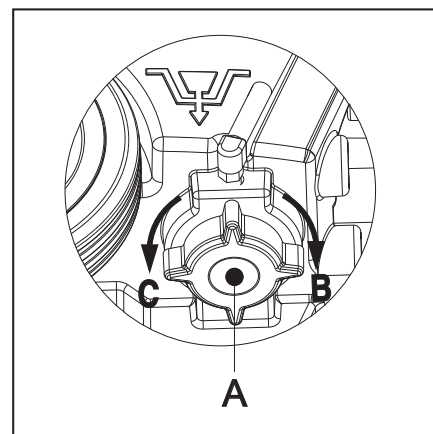

FIGURA 14
7. Como se muestra en la Figura 14, gire la tapa del depósito de solución (A) en sentido contrario a las agujas del reloj (en dirección C), para drenar el depósito de la solución por completo. Use agua limpia para enjuagar el interior del depósito de solución. Una vez terminado el trabajo, coloque la tapa del depósito de solución (A) girando en el sentido horario en la dirección (B).